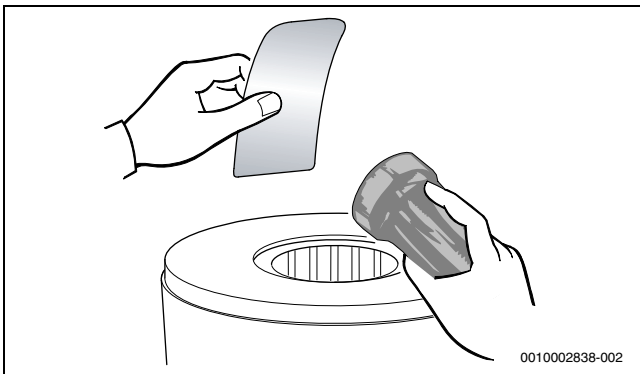

Fig. 127 Verificarea blocului de căldură în privința reziduurilor
- ▶ Verificați din nou blocul de căldură în privința reziduurilor (→ Fig. 127).